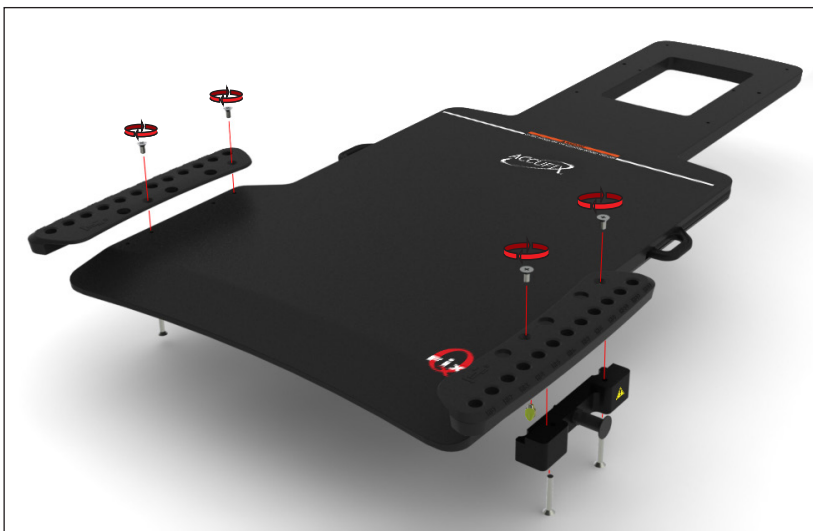

Abb. 3
3. Befestigen Sie die Hand Grip Arrays an der Vorrichtung in zwei Löchern im Abstand von 140 mm (5,5 Zoll) mit jeweils zwei (2) ¼-20 x ½-Zoll-Schrauben. (Abb. 3)